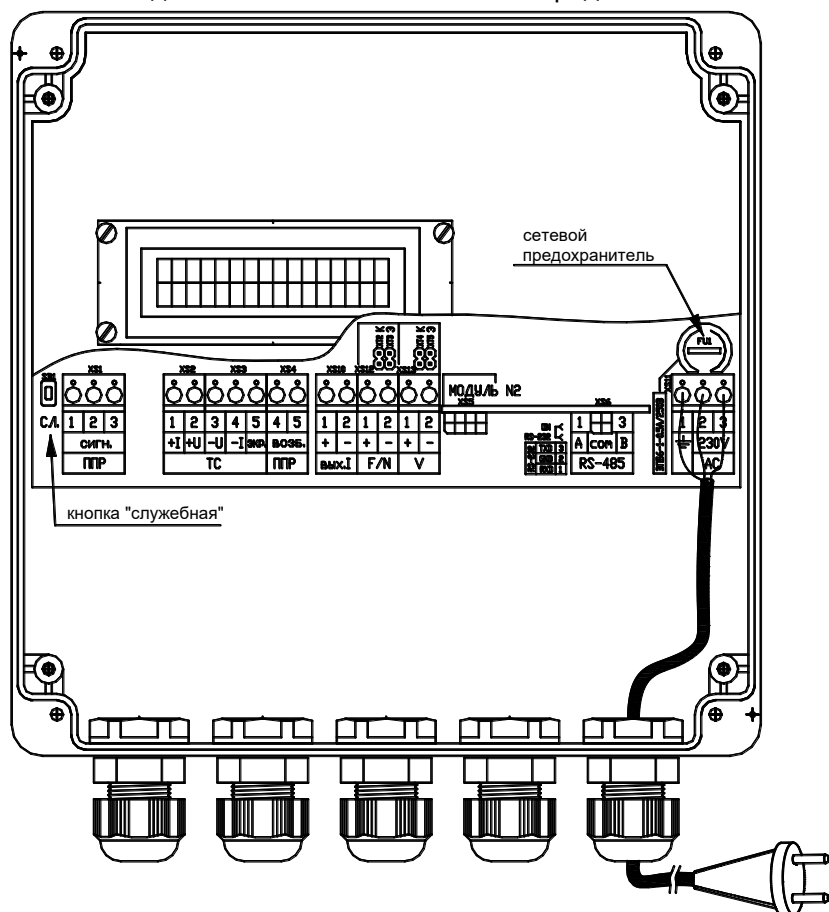

Рис. 8.10
8.7.3 Для проведения монтажа необходимо отвернуть 4 винта на передней панели ИВБ и снять переднюю панель. После этого освобождается доступ к разъемам и клеммникам для подсоединения внешних цепей. Внешний вид ИВБ со снятой передней панелью приведен на рис. 8.10.